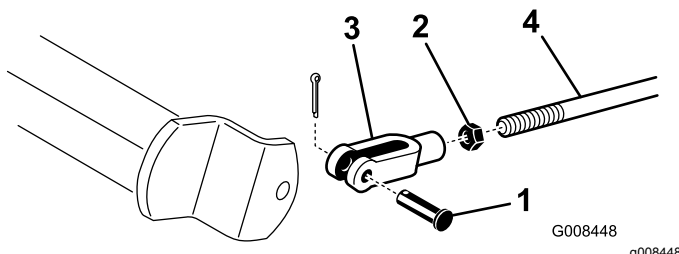

图47
- 2. 如果刹车没有均匀锁定请取下开口销和柱销断开刹车杆图47。
- 3. 松开锁紧螺母并相应调节 U 形销图47。
- 4. 将 U 形销装回刹车轴图47。